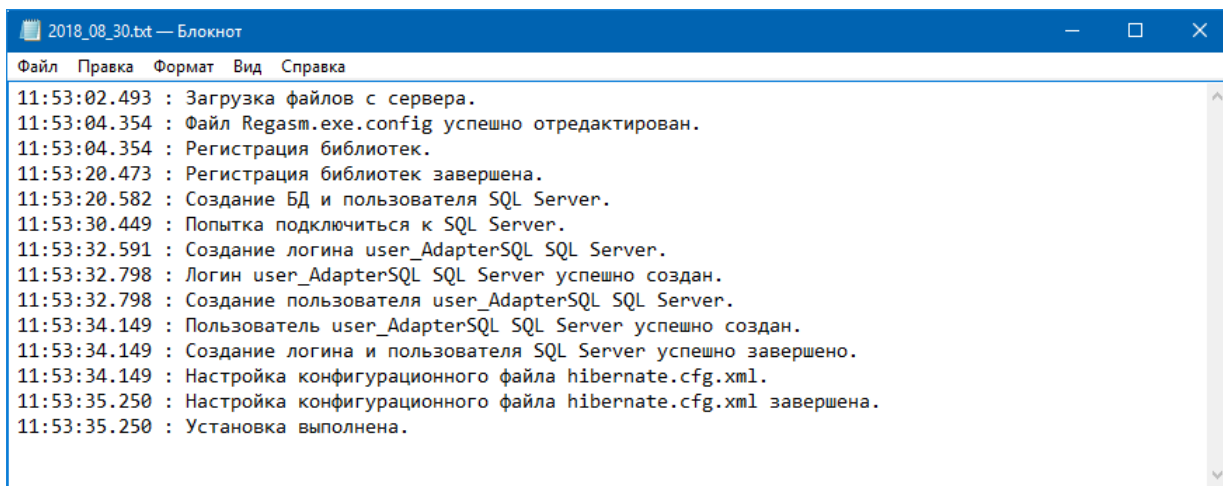

Рисунок 27 – Файл с описанием выполненных действий при установке адаптера
8.2.1.5. После нажатия кнопки «Готово» будет закрыто окно установки. В папке с установщиком будет создан текстовый файл, в котором показан итог произведенной установки (рис. 27).